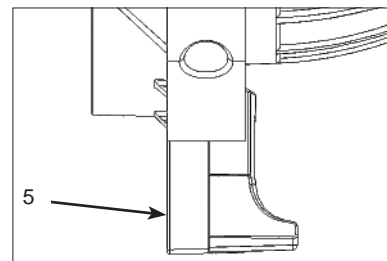

Abb. 9 Rasthaken / fig. 9 locking nose
- Zum Einsetzen und Wechseln von Zubehör kann der Zubehörhalter (3) vom Scheinwerfer abgenommen werden. Dazu Rasthaken (5) nach unten ziehen und Zubehörhalter nach vorn vom Reflektorgehäuse (10) nehmen (Abb. 9).
- Zum Aufsetzen legen Sie den Zubehörhalter (3) oben, hinter dem Reflektorwulst auf und drücken den Rasthaken (5) auf das Reflektorgehäuse (10).
- For inserting and exchanging accessories the accessory holder (3) can be removed from the lamphead. To do this, pull the locking nose (5) downwards and take off the accessory holder from the reflector housing (10, fig.9).
- Reattach the accessory holder by placing the upper side behind the bulge of the reflector housing (10) and press the lower part with the locking nose (5) against the reflector housing until it locks.